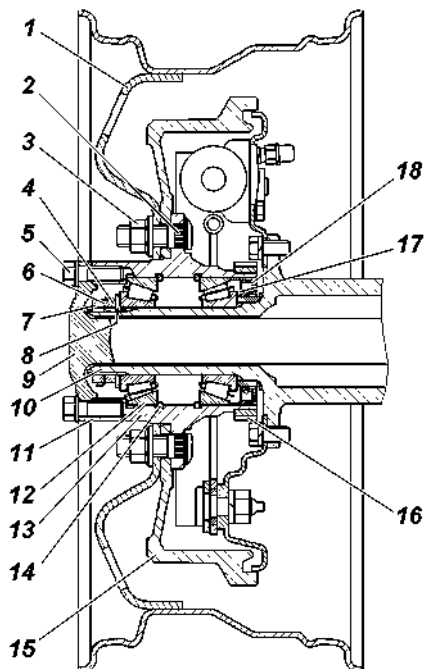

Рис. 9.23. Ступица заднего колеса:
2. Снимите колпак колеса. Демонтируйте полуось 9 (рис. 9.23) заднего моста или фланец ведущий ступицы переднего моста или крышку ступицы передней оси.